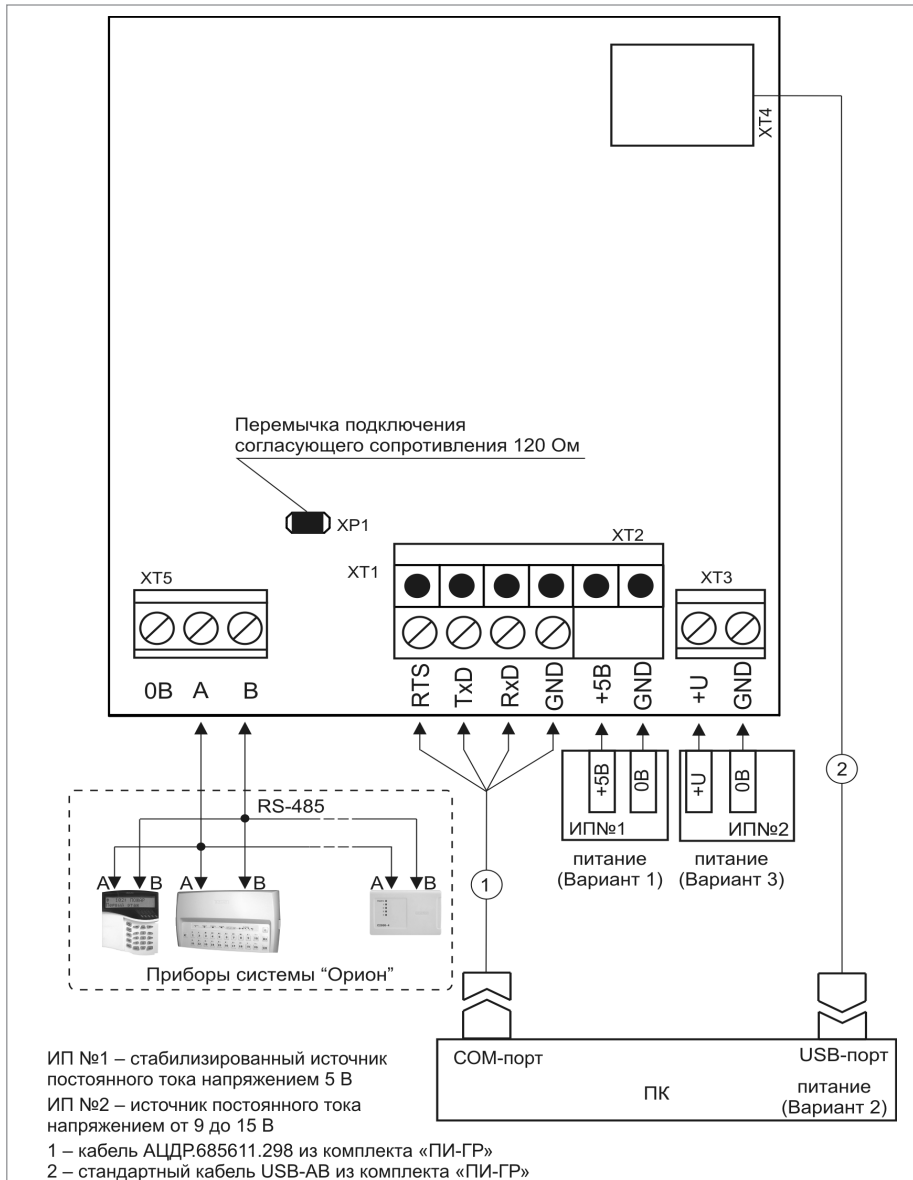

Рисунок 5. Схема внешних соединений «ПИ-ГР»
- 1.3. Подключите преобразователь в соответствии с проектной документацией и схемой на рис. 5.